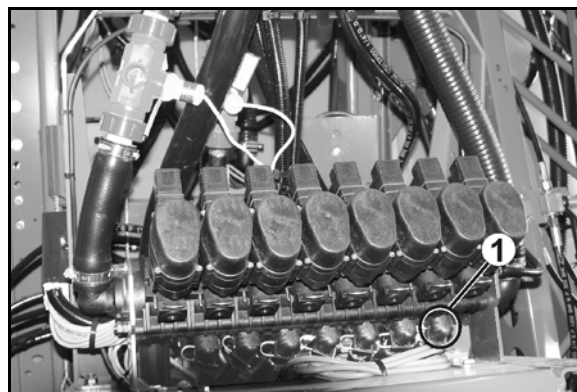
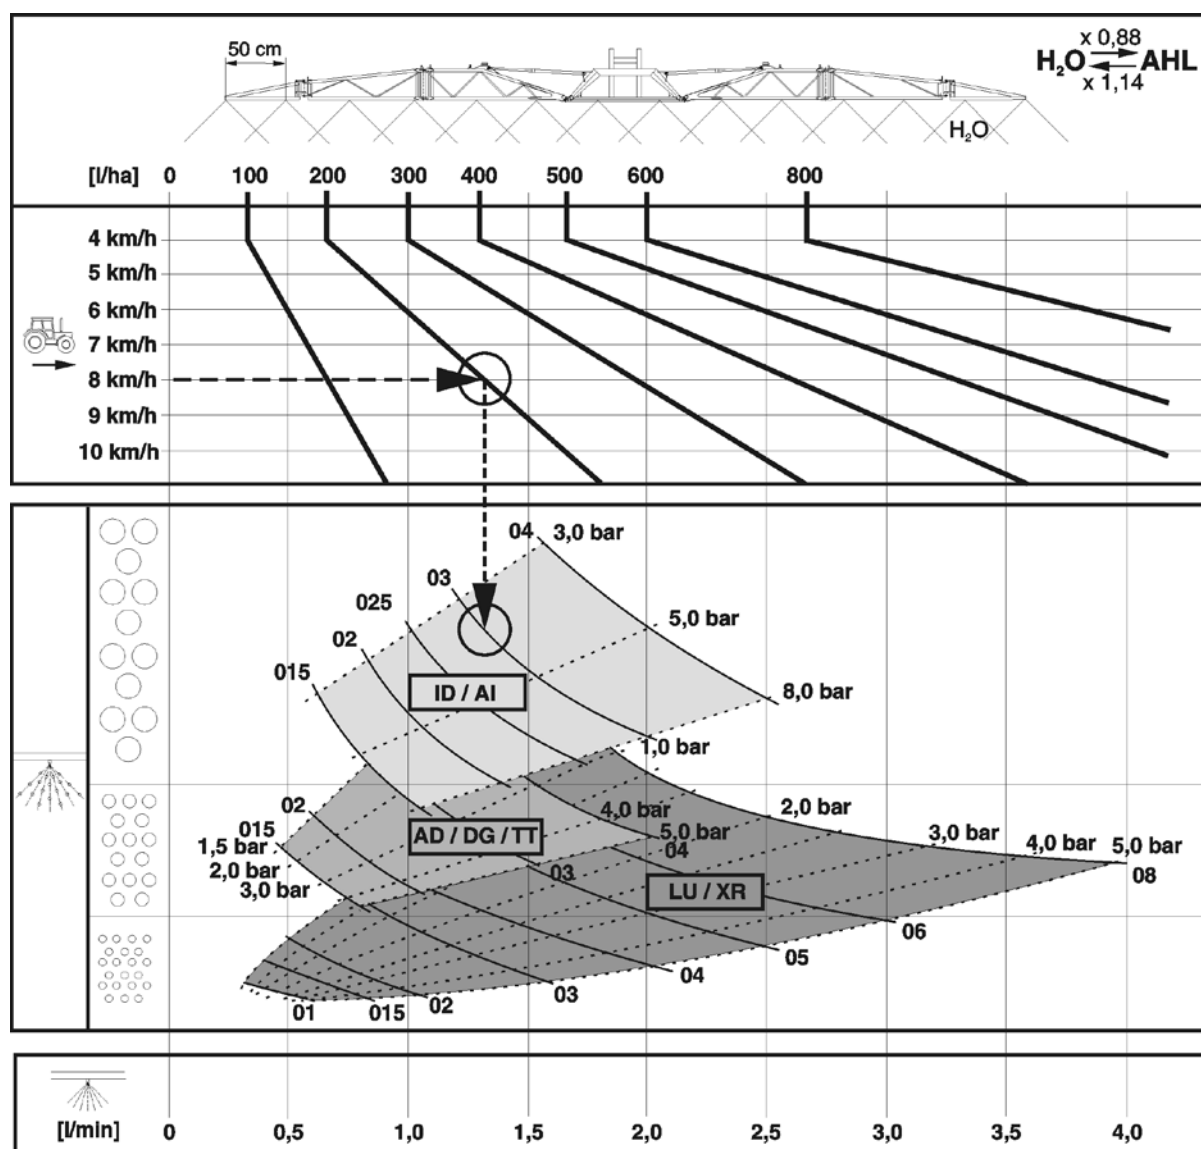

Fig. 179
Fig. 180
• Toate debitele de consum [l/ha] indicate în tabelul de stropire sunt valabile pentru apă. Multiplicați debitele de consum pentru conversia pe AHL cu 0,88, iar pentru conversia pe soluții NP cu 0,85. • Fig. 179 servește la alegerea tipului adecvat al duzei. Tipul duzei se determină prin - o viteza de deplasare prevăzută, - o debitul de consum necesar și - o caracteristica necesară de pulverizare (picături fine, medii sau mari) a pesticidului utilizat pentru măsurile de întreținere în scopul protecției plantelor. • Fig. 180 servește la - o determinarea mărimii duzei. - o determinarea presiunii necesare de stropire. - o determinarea cantității necesare evacuată de fiecare duză pentru controlul cantitativ al stropitorii de câmp.
4. Treceți în tabelul de stropire (Fig. 180).